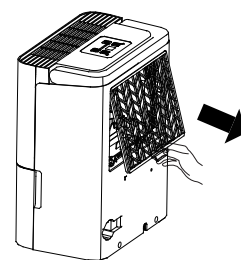

Fig. 10
- Ta tak i fliken på filteret og trekk det oppover og deretter ut, som vist på Fig.10.